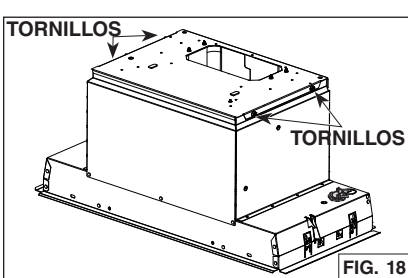

FIG. 18
7. Quite los 4 tornillos (dos por lado) manteniendo la placa de soporte del ventilador a la parte superior del aparato (FIG. 18). Levante cuidadosamente el ventilador y la placa de soporte y póngalos a un lado. El ventilador con su placa luego se reinstalará en el aparato.